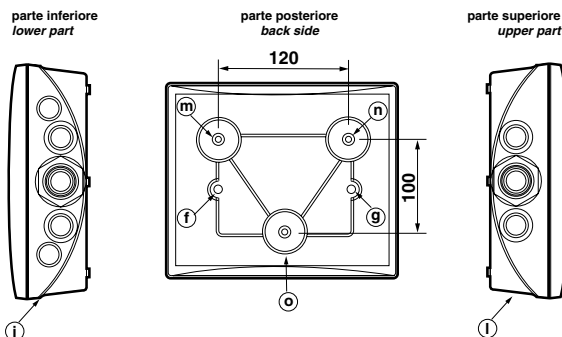

Fig. 2
5. praticare nella parte posteriore due fori (Fig. 2 part. f, g);
5. Make two holes in the back part (Fig. 2 in the perforated part - parts f, g).